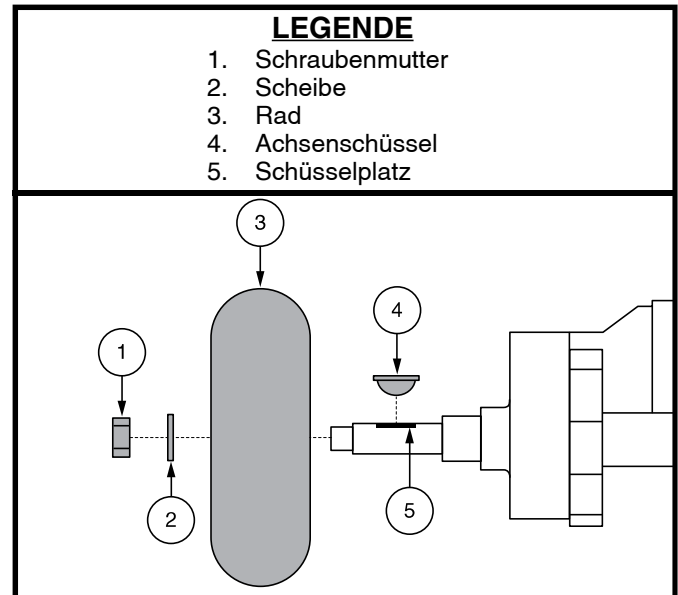

Abb. 35. Reifenradenthebung
1. Schlüssel aus dem Schlüsselschalter entfernen und Justieren Sie den Lenker in eine gerade Position, indem Sie den Lenkersicherungshebel eindrücken und gleichzeitig 90° im Uhrzeigersinn drehen. **Siehe Abb. 35.** Das Vorderrad muß nach vorne gerichtet sein, um den Lenker festzustellen.
3. Entfernen Sie die Schraubenmutter und Unterlegscheibe des Antriebsrades von der Radnabe. **Siehe Abb. 35.**